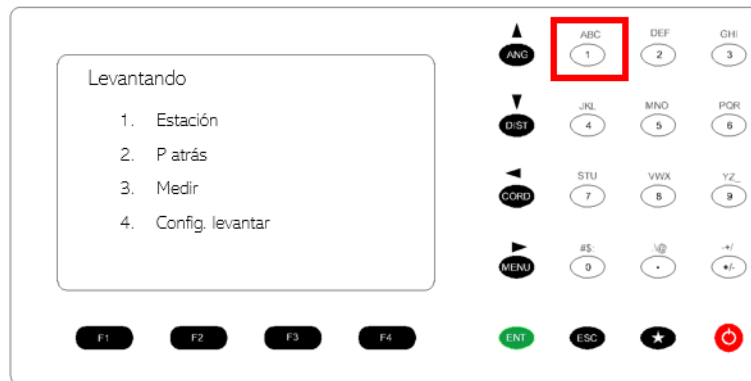

Figura 39. Comandos de la estación total.
19. Presionar botón 1. Estación para entrar al menú de configuración de la estación. Figura 39.